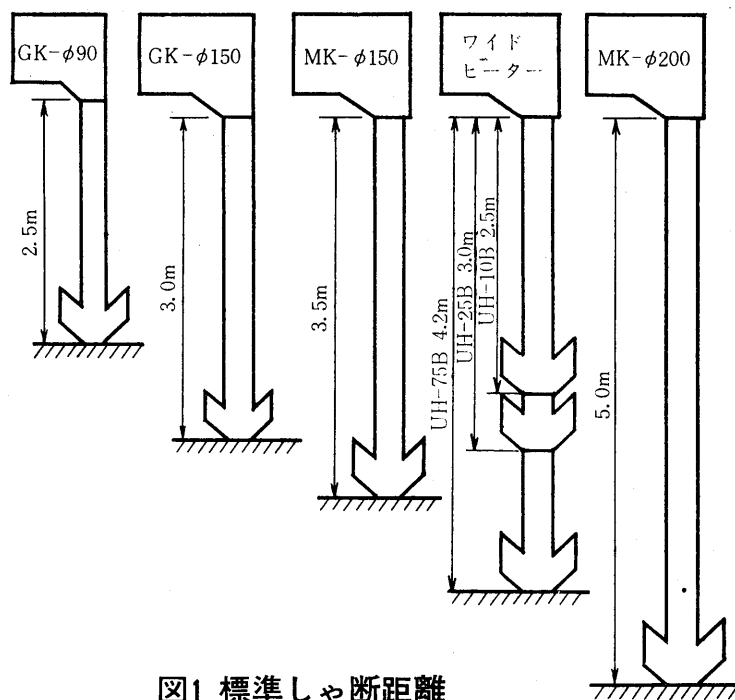

図1 標準シャ断距離
(2) 使用電源による選定
(3) 取付場所の騒音による選定
(4) シャ断距離より選定
- 取付位置よりの高さ<シャ断距離>から機種選定を行います。<図1参照>
(5) 取付間口の長さによる選定